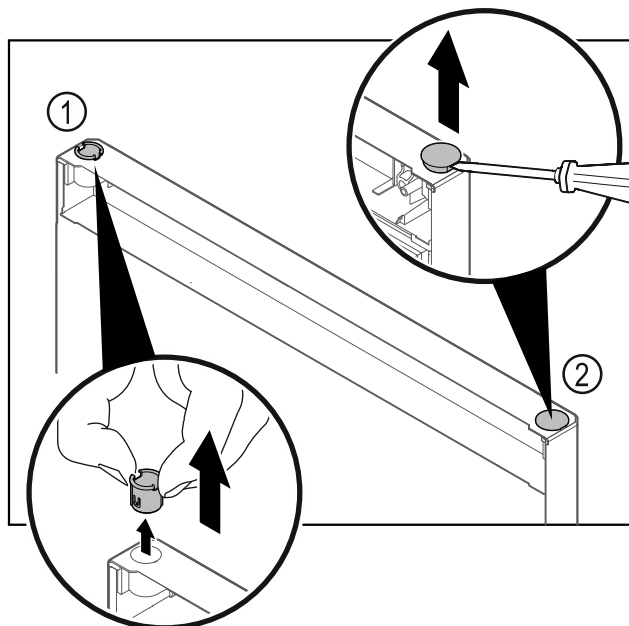

Fig. 19
- ▶ Пальцами вытяните шарнирную втулку Fig. 19 (1).
- ▶ Шлицевой отверткой осторожно подцепите и извлеките заглушку Fig. 19 (2).